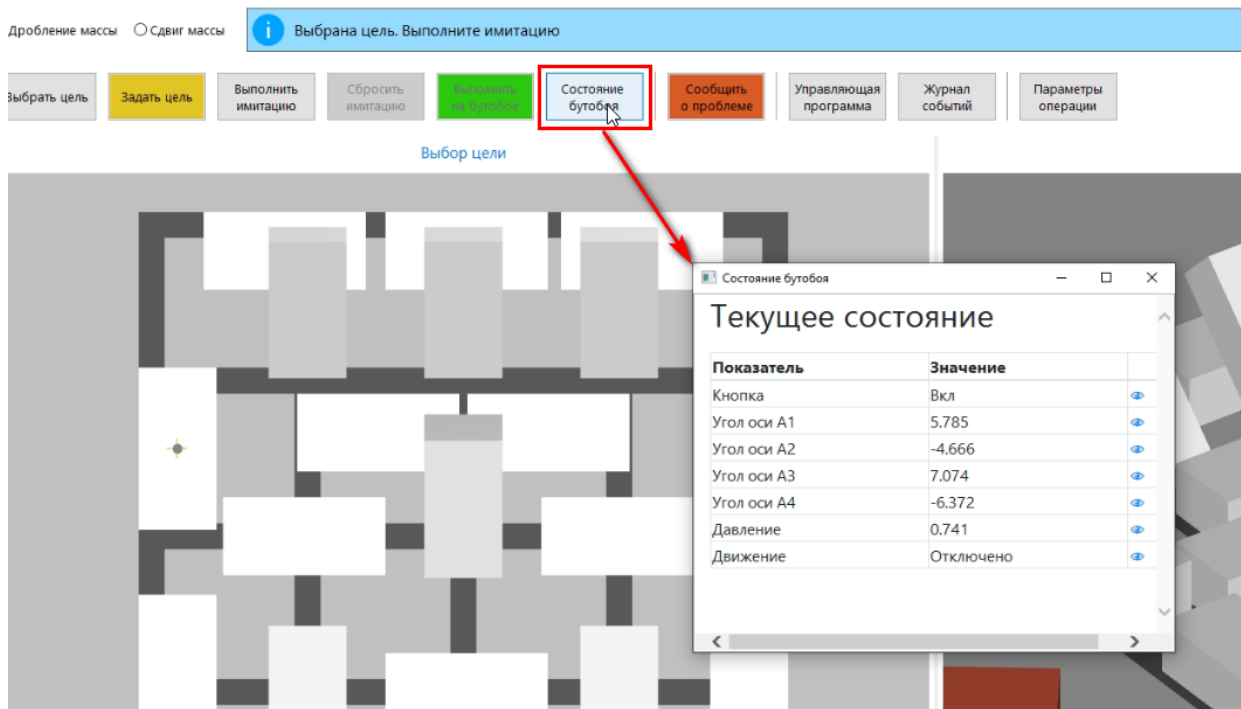

Рисунок 6. Вызов окна состояния бутобоя
7) Для просмотра текущего состояния бутобоя необходимо нажать кнопку команду «Состояние бутобоя»: в открывшемся окне (рис. 6) отображаются текущие значения основных рабочих параметров бутобоя, а также есть возможность просмотра истории состояний данных параметров по времени;